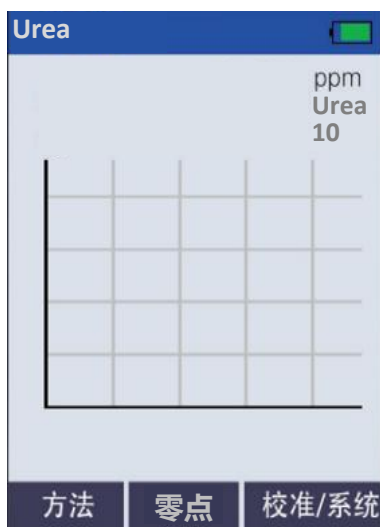

图 6: 进入尿素测试页面
1. 进入尿素测试界面（图 6），并打开 RD-300 或 RD-800 智能消解器，升温至 105℃。